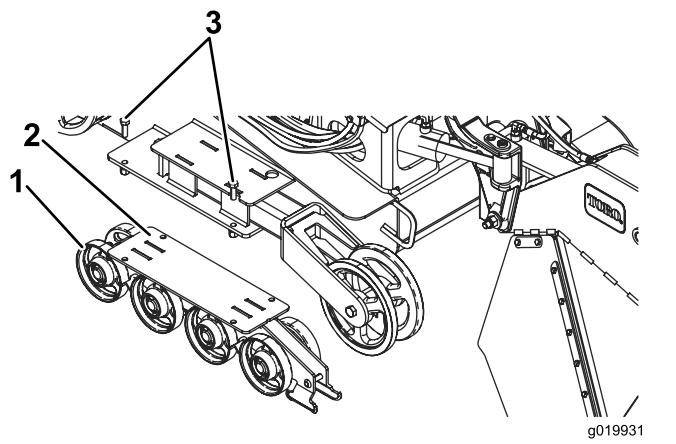

Figura 50
4. Retire os 4 parafusos que fixam cada guia da lagarta inferior que contém as rodas de estrada e retire-as (Figura 50).